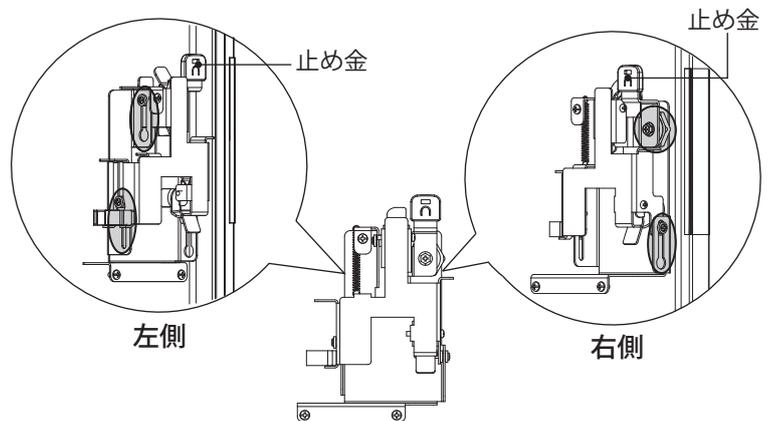

図 4 捺印装置
| | 扉を開いた状態でも、ハンドルの動きが固い ですか？ | 止め金とハンドルの連結部に潤滑剤を使用 してください(図 4) |
| 捺印装置の動きが固い | 捺印装置がこすれていませんか？ | 捺印装置に潤滑剤を使用してください(図 4) |
2. 潤滑剤を差す (図 4 ● 部分)